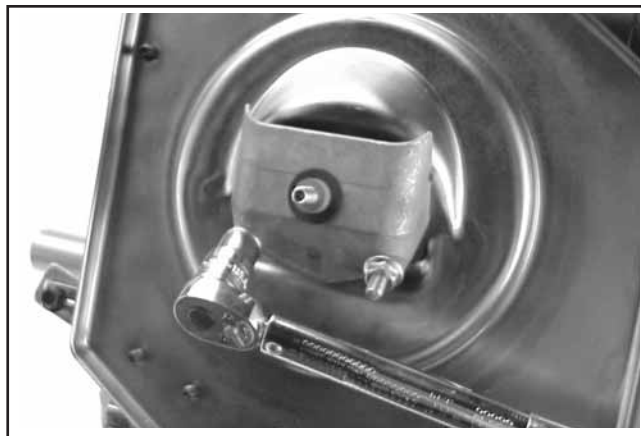

Figure 11-57. Installation de la base du filtre à air.
4. Installer un nouveau joint, la coupelle de retour/plaque collectrice/ou support du filtre à air le cas échéant et fixer avec les écrous hexagonaux. Serrer les écrous hexagonaux à bride au couple de 9,9 N·m (88 in. lb.). Voir la figure 11-57.